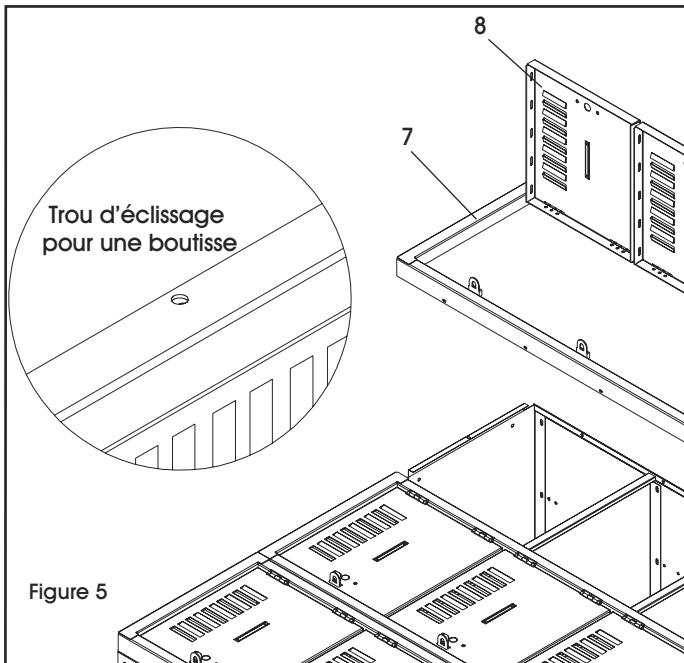

Figure 5
7. Placez les ensembles de porte et de cadre (7 & 8) par-dessus le corps du casier. Assurez-vous que les côtés du corps sont à l'intérieur des cadres et non entre les cadres. Fixez le haut à l'entête du cadre et le fond au seuil du cadre (un boulon chacun). (Voir Figure 5)